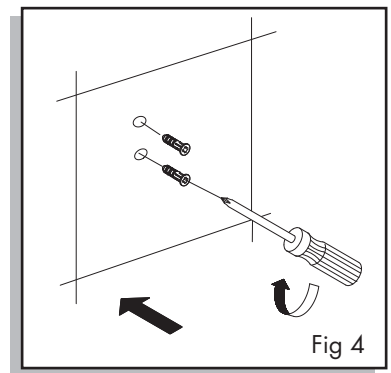

Fig 4
4. Insert the plastic wall anchors into the four holes. You may need to tap them lightly into position with a hammer (Fig 4).
4. Inserte los sujetadores plásticos en los orificios. Martíllelos suavemente si fuera necesario (fig. 4).
4. Insérer les manchons en plastique dans les quatre trous. Il faudra peut-être frapper légèrement sur les manchons à l'aide d'un marteau pour les insérer en place (fig. 4).